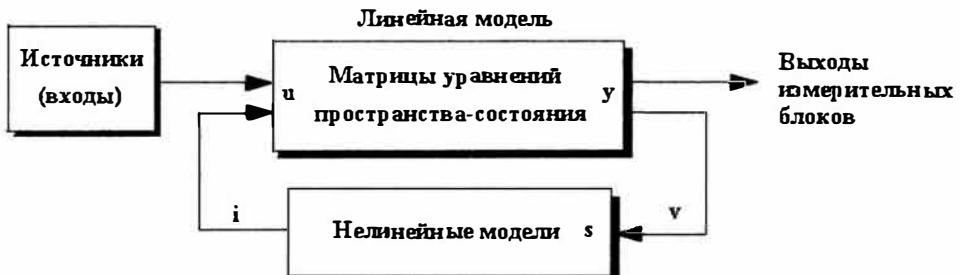

Рис. 8.2. Связь нелинейных моделей с Simulink-моделью
Связь нелинейных моделей с Simulink-моделью показана на рис. 8.2. Нелинейные модели включаются в цепи обратных связей линейной части Simulink-модели.
- Если ключ содержит индуктивность (`Diode` и `Thyristor` с $L_{on} > 0$, IGBT, MOSFET или GTO), то он моделируется как нелинейный элемент на базе источника тока в цепи обратной связи линейной схемы, как показано на рис. 8.2.